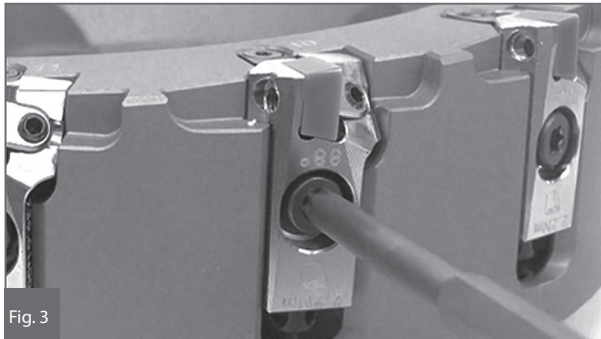

Fig. 3
2. 調整後、カートリッジを増し締める (締付トルク: 5N・m) [Fig. 3]
- ④ 0°精密仕上げカートリッジを同様の手順で、88°仕上げカートリッジの最大突出部より20~40 μ m高くなるように調整